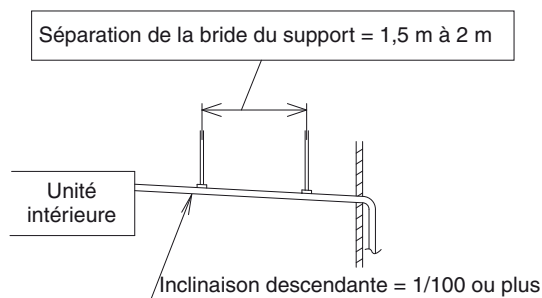

Fig. 3-8
- Assurez-vous que la durite de vidange a une inclinaison descendante (1/100 ou plus ; inclinaison depuis la connexion de l'orifice de vidange). (Fig. 3-8)